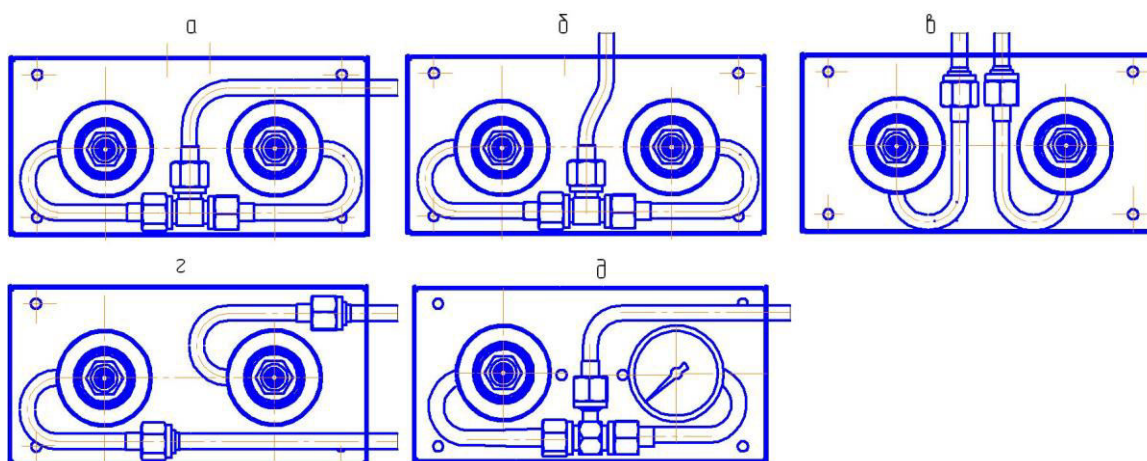

Рис.3 Различные исполнения СКБ-1
4.7 Варианты исполнения системы клапанной быстроразъёмной приведены на рис.3.